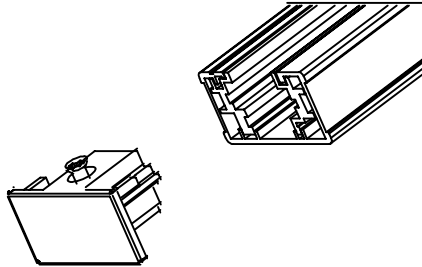

Fig. 6
1. Loosen screw, remove end cap from end of track (Fig. 6).
1. Desserrez la vis, retirez le capuchon d'extrémité de la fin du rail (Fig. 6).